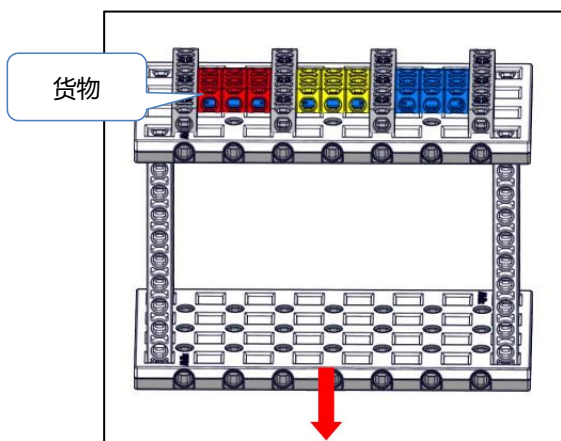

图 3-3-1 初始状态
3.3.1 定点取件模型的初始位置为 1-10，位置和方向都是可变的；红色箭头为模型的正面朝向，模型上方放置有红黄蓝三种颜色的货物，红色在左，边黄色在中间，蓝色在右边。如图 3-3-1 所示。